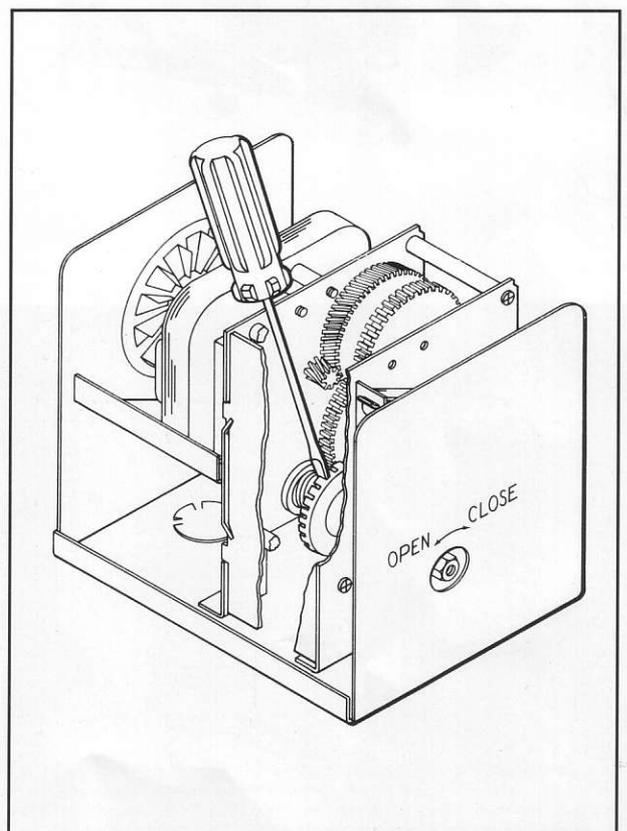

Bild 11 Justierung des Nockens für den Schaltpunkt des Hilfsschalters mittels Schraubendreher.
3. Ein Schraubendreher ist in einen Schlitz des Schaltknockens aus weißem Kunststoff in der Nähe der Mitte des Motors einzuführen (siehe Bild 11). Jeder Schlitz in der Nockenscheibe entspricht ca. 20° des Drehwinkels des Stellantriebes.